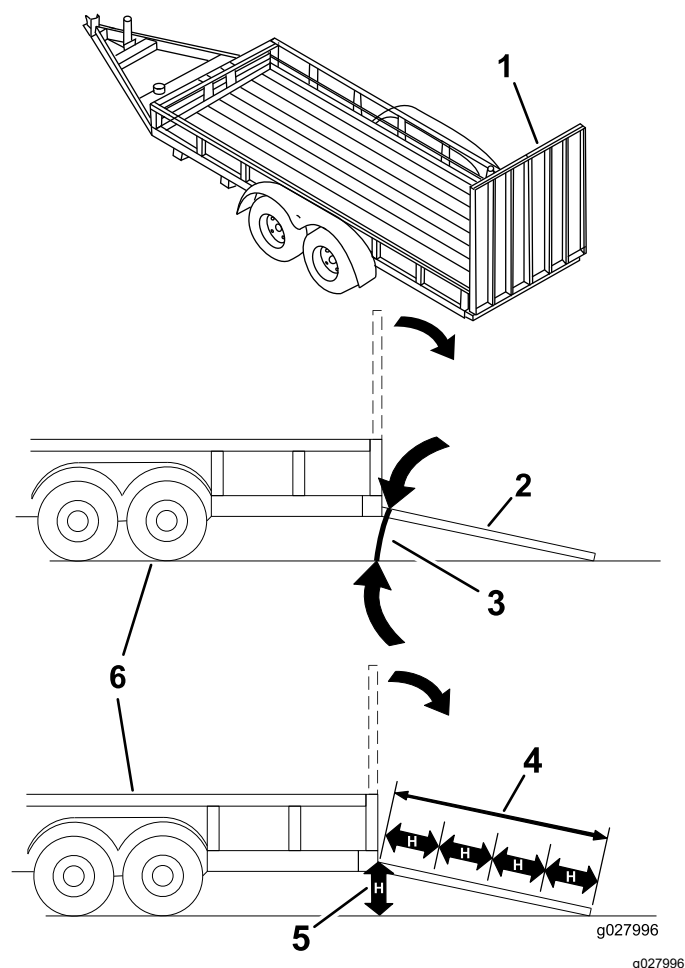

Figura 34
Colocar uma máquina num reboque ou camião aumenta a possibilidade de capotamento e pode provocar graves ferimentos ou morte (Figura 34).
3. Baixe a rampa, certificando-se de que o ângulo entre a rampa e o solo não é superior a 15 graus (Figura 34).
1. Baixe a rampa, certificando-se de que o ângulo entre a rampa e o solo não é superior a 15 graus (Figura 34).